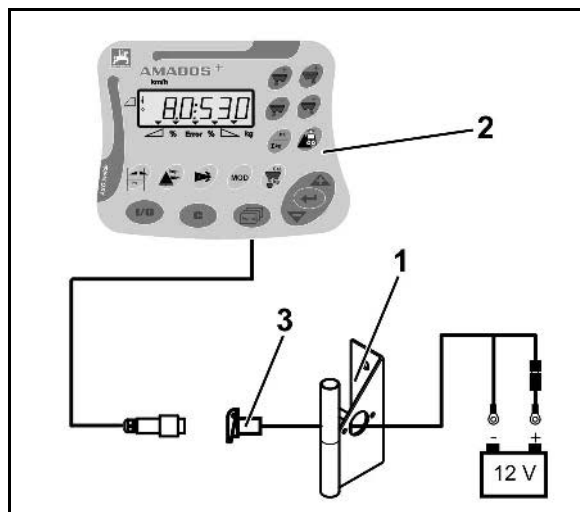

Fig. 16
La console (Fig. 16/1) doit être montée dans le champ de vision du conducteur et à sa portée, sur sa droite. Il doit être protégé des vibrations et relié à la masse au niveau de la cabine. La distance par rapport à l'appareil radio ou à l'antenne radio doit être d'au moins 1 m.
1. Le support avec l'ordinateur (Fig. 16/2) est emboîté sur le tube qui se trouve sur la console.
2. Fixez la prise (Fig. 16/3) du câble de connexion à la batterie sur la console.